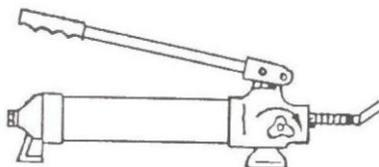

Рис.1
2. Плотно закройте выпускной клапан (А), повернув его по часовой стрелке. (см. рис. 1)
3. Подайте давление на насос (В), поднимая и опуская рукоятку несколько раз.(см. рис. 1)